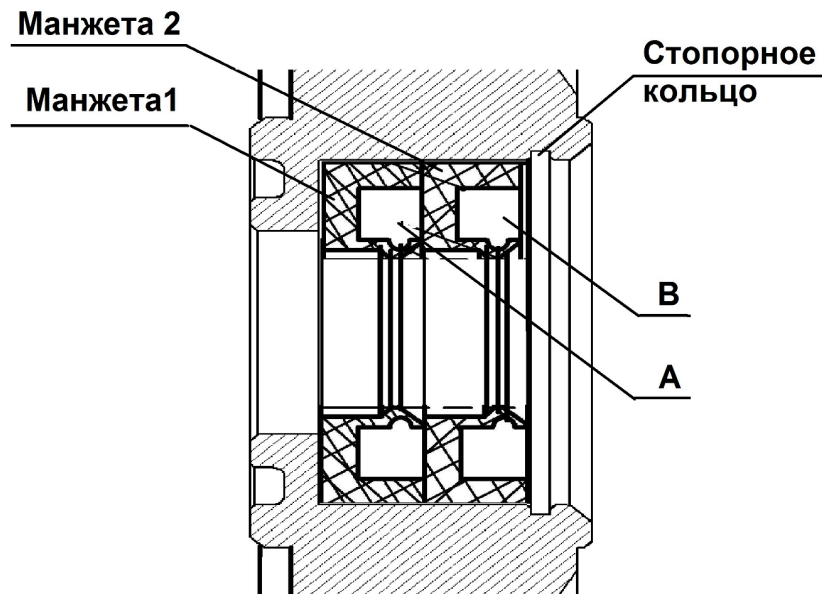

Рис. 9. Схема установки манжет.
- снять кольцо стопорное и снять 2 манжеты (см. рис.9);